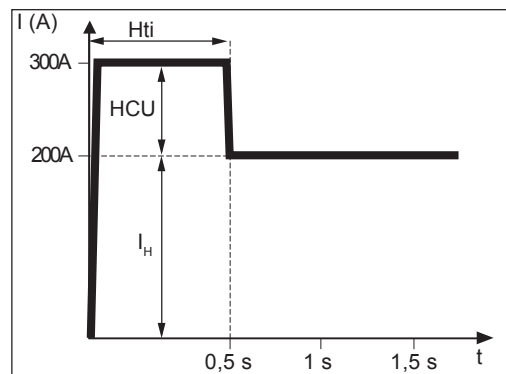

Fig. 25 Exemple de fonction „Aide à l'amorçage“
Lorsque le paramètre de soudage "con" est réglé, le courant de soudage est maintenu constant indépendamment de la tension de soudage. Cela donne une courbe caractéristique verticale (4) (fig. 25).
Vous pouvez régler une courbe descendante (5) avec les paramètres "0,1-20" (fig. 25). La plage de réglage s'étend de 0,1 A / V (très raide) à 20 A / V (très plate). Il est recommandé de ne régler de courbe très plate (5) que pour les électrodes à enrobage cellulosique.
Lorsque le paramètre "P" est réglé, la puissance de soudage reste constante indépendamment de la tension et du courant de soudage. Cela donne une courbe hyperbolique (6) (fig. 25).